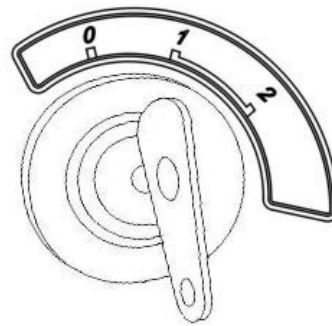

Abb.D-6 Motoranlassen. 1 – Zündschalter;
-  - Batterieaufladung. Wenn die Lampe leuchtet und der Motor läuft – das bedeutet ein Fehler, beheben. Leuchtet auch, wenn der Zündschlüssel in der Lage I bleibt (siehe **Abb.D-6**);
-  - Motoröldruck. Leuchtet, wenn der Druck unterhalb des zulässigen Wertes fällt. Leuchtet auch, wenn der Zündschlüssel in der Lage I bleibt (siehe **Abb.D-6**); kurzzeitiges Blinken ist zulässig. **ACHTUNG! Der Motor darf nicht arbeiten, wenn die Öldrucklampe leuchtet. In diesem Falle den Motor abstellen und die Ursache des niedrigen Öldruckes entfernen. Der niedrige Druck im Schmiersystem kann eine ernsthafte Motorbeschädigung verursachen.**
-  - Lenkungsöldruck. Leuchtet, wenn der Druck unterhalb des zulässigen Wertes fällt und der Motor läuft. Leuchtet auch, wenn der Zündschlüssel in der Lage I bleibt (siehe **Abb.D-6**); **ACHTUNG! In diesem Falle die Lenkung ist fehlerhaft. Vor der Arbeit die Ursache des niedrigen Öldruckes entfernen.**
Rechts an der Bedienungstafel (**Abb.D-6**), befindet sich der 3-Position-Zündschalter: